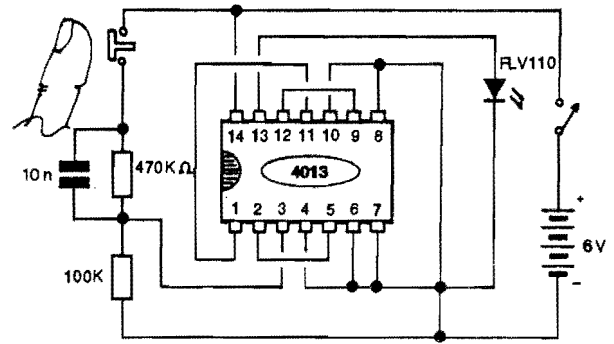

FIG. 6
- FIG. 6 - FAZENDO EXPERIÊNCIAS COMPROBATÓRIAS... - O Leitor/"Aluno" pode, muito facilmente, com o auxílio de uma matriz de contatos (Proto Board) realizar na prática algumas elucidativas EXPERIÊNCIAS, para comprovar, "ao vivo", o funcionamento dos blocos lógicos BIESTÁVEIS contidos no 4013, nas explicadas funções de divisor ou contador. Com um pouco de atenção, basta interligar os componentes sobre o Proto Board, "nos conformes" do esqueminha (que é muito simples...) para obter um divisor por 4 experimental... Uma rede RC, formada pelos resistores de 100K e 470K mais o capacitor de 10n, juntamente com um interruptor de pressão (push-button) tipo Normalmente Aberto, permite a injeção de pulsos na Entrada do sistema, um a um (fáceis de contar mentalmente, portanto...), através de pressões sequenciais no botão do dito interruptor... Para indicar o momentâneo estado digital presente na Saída, um LED comum é utilizado, e ligado de modo que apenas acenderá quando o pino 13 do 4013 se mostrar "alto", ou em "1"... Realizada a montagem experimental, totalmente sem solda (o que permitirá a posterior re-utilização dos componentes em outras experiências...), aplicam-se os pulsos, premindo o push-button uma vez para cada pulso e verifica-se que são necessários 4 pulsos na Entrada, para que o LED indicador mostre um período de acendimento... Se for apertado 8 vezes o interruptor, serão vistos dois períodos de acendimento do LED, e assim por diante...! Com um pouquinho de racio-
- FIG. 9 - INTERPRETANDO AS SAÍDAS DO 4040 COMO UM "TOTALIZADOR" (CONTADOR) BINÁRIO PRÁTICO... - Para simplificar as coisas, e não assustar muito a "turma", utilizaremos no presente exemplo, apenas as 4 primeiras Saídas do 4040, nas quais a Frequência do "trem de pulsos" original aparece nas proporções de F/2, F/4, F/8 e F/16. Pelo conjunto de "estados" possíveis (sempre "0" ou "1", como já sabemos...) nessas 4 Saídas, ordenadas da forma indicada, teremos em BINÁRIO a perfeita contagem dos pulsos aplicados à mencionada Entrada de CLOCK...! Se o "Aluno" for do tipo que "só acredita vendo", poderá realizar, num *Proto Board*, o circuito representado no diagrama, usando 4 LEDs nas Saídas, para indicar visualmente seus "estados", e aplicando à Entrada de CLOCK pulsos através de *push-button* (nos mesmo moldes da Experiência da FIG. 6...). Com isso, poderá comprovar a TABELA DE ESTADOS anexa à FIG. 9...